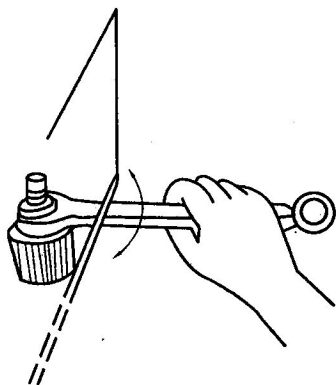

图 1.4 调节复印机的安装水平度
5) 静电复印机应放在坚实的水平面上,在移动或改变安放地点时,均应细心放妥,注意水平。应用水平仪在稿台玻璃上测量水平状态,采取加垫片或改变调整角高度等措施,保证机身前后左右、边缘及稿台玻璃对角线水平度为“0”。水平调节如图 1.4 所示。